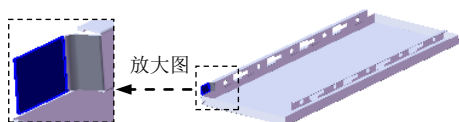
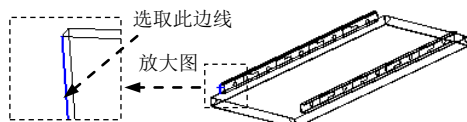

图 17.9.66 创建边线—法兰 16
图 17.9.67 定义特征的边线
Step30. 创建图 17.9.66 所示的边线一法兰 16。
(1) 选择命令。选择下拉菜单 **插入(I)** → **钣金(B)** → **边线法兰(E)...** 命令, 系统弹出“边线法兰”对话框。
(2) 定义特征的边线。选取图 17.9.67 所示的模型边线为生成的边线法兰的边线。
(3) 取消选中 **法兰参数(P)** 区域中 ☐ **使用默认半径(U)** 复选框, 在  文本框中输入折弯半径值 3.0。
(4) 定义法兰参数。在 **角度(G)** 区域的  文本框中输入角度值 65.0。在 **法兰长度(L)** 区域的下拉列表中选择 **给定深度** 选项, 输入深度值 20.0。在此区域中单击“内部虚拟交点”按钮 。在 **法兰位置(N)** 区域中, 单击“折弯在外”按钮 。
(5) 单击  按钮, 完成边线一法兰 16 的创建。